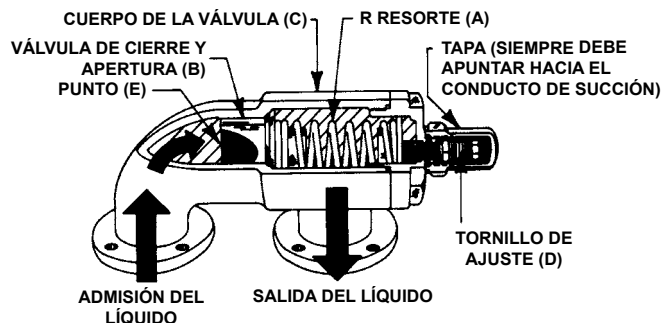

FIGURA 4
La válvula de seguridad de presión montada en las bombas Viking y la mayoría de las válvulas lineales corresponden al diseño de resorte cargado sobre la válvula de cierre y apertura **Ver Figura 4**. El resorte (A) mantiene a la válvula de cierre y apertura (B) contra el asiento en el cuerpo de la válvula (C) a través de una fuerza determinada por el tamaño del resorte y cuan fuerte éste está comprimido por el tornillo de ajuste (D). La presión de descarga de la bomba presiona contra la cara inferior de la válvula en el punto (E). Cuando la fuerza ejercida por el líquido bajo la válvula excede la fuerza ejercida por el resorte, la válvula sube y el líquido comienza a fluir a través de ella. A medida que la presión de descarga aumenta, más y más líquido fluye hasta que se llega a una presión en que todo el líquido bombeado atraviesa la válvula. Esta presión corresponde a la posición de la válvula de seguridad.